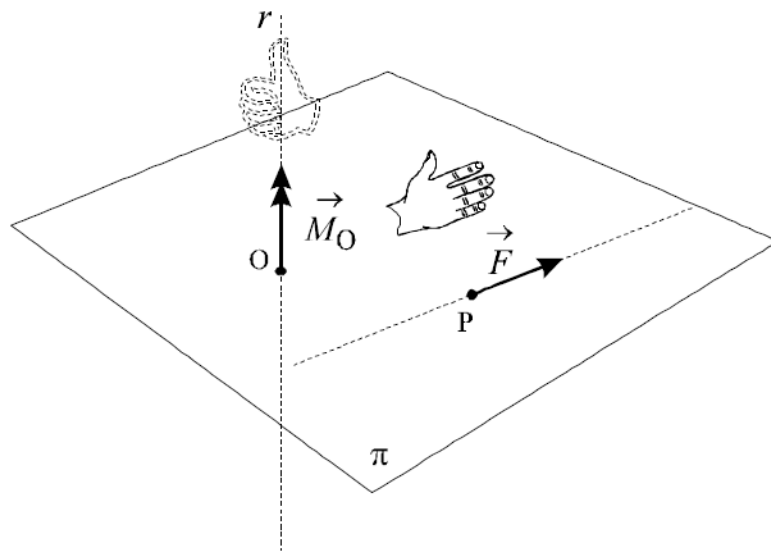

Figura 1.4
Sabe-se que o momento \vec{M}_O tem a direção da reta r da Figura 1.4, passando por O e perpendicular ao plano definido pela linha de ação de (P, \vec{F}) e pelo ponto O (plano π).
- o sentido de \vec{M}_O é então o apontado pelo polegar da mão direita (Figura 1.4).